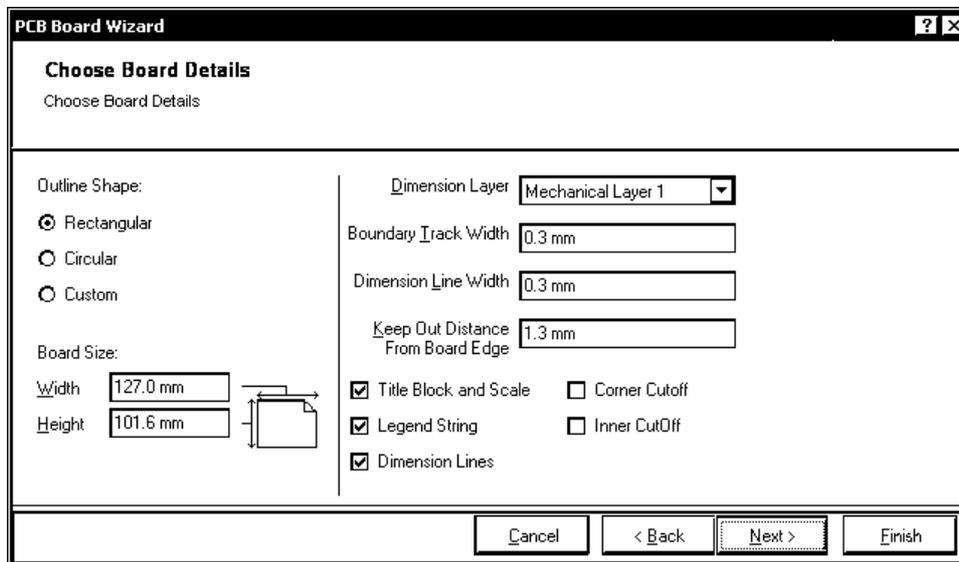

Рис. 4.7
товки печатной платы. Настройка выполняется в несколько шагов. На каждом шаге в диалоговом окне PCB Board Wizard (рис. 4.7) предлагается выполнить ряд установок. Последовательный переход с шага на шаг и обратно выполняется по щелчкам на кнопках Next и Back.
5. На шаге Choose Board Details (см. рис. 4.7), указываются: